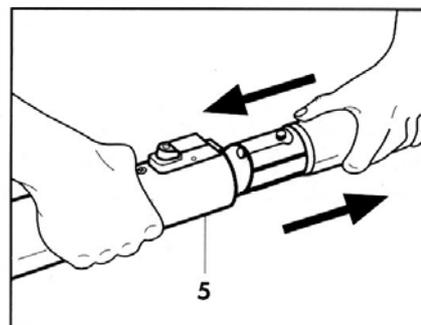

Fig. 7
- inserire il terminale maschio dell'uno nella parte terminale femmina dell'altro e assicurarsi del bloccaggio tramite il tasto rosso (**Fig. 7**);